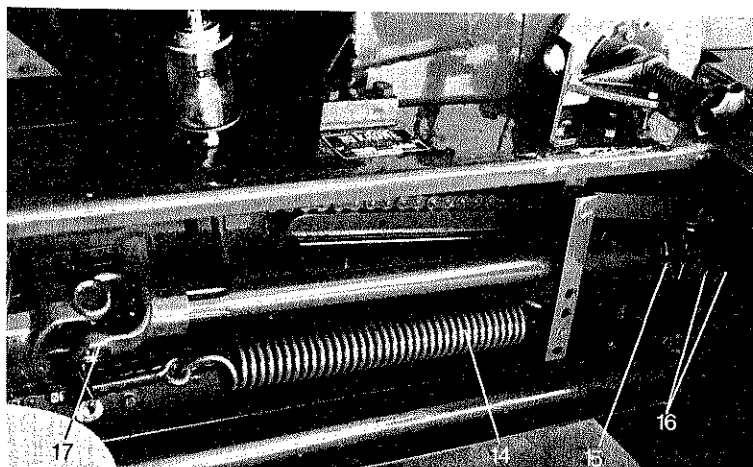

Abb. 25
Das Kreuzgelenk (17), Abb. 25, Seite 15 muß alle 30 Stunden geschmiert werden.
Die Druckkraft der Vorpreßwalze (12), Abb. 20, Seite 13, kann an der Spannfeder (14), Abb. 25 verändert werden.
Der seitliche Abstand der Vorpreßwalze 12, Abb. 20, zum Abstreifblech 13, Abb. 20, soll 5 - 7 mm betragen. Durch Lösen der Schrauben 16, Abb. 25, und Anziehen der Schraube 15 wird der Abstand verringert.